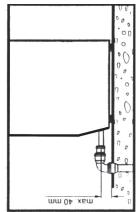

Fig. 1
- A mangueira de drenagem não deve exceder a altura de 40 mm entre o piso e a extremidade inferior da mangueira (Fig. 1).